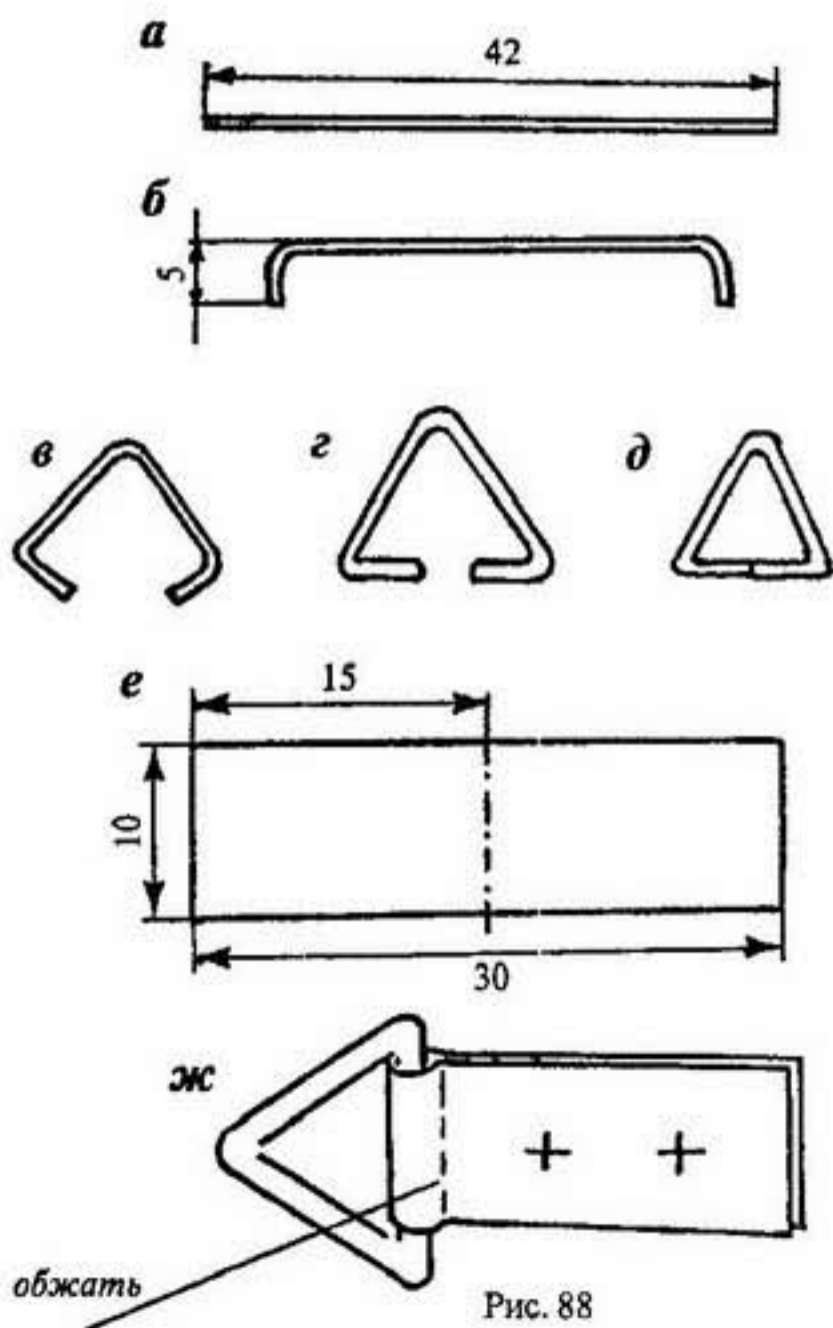

Рис. 88
1. Откусите кусачками, предварительно выпрямив скрепку, заготовку проволоки длиной 42 мм (рис. 88, а).
2. Загните с помощью плоскогубцев концы заготовки под прямым углом по 5 мм (рис. 88, б).
3. Согните заготовку посередине, применяя также плоскогубцы (рис. 88, в).
4. Пальцами или плоскогубцами подогните концы заготовки до угла в 60° (рис. 88, г).
5. Согните заготовку так, чтобы концы сошлись (рис. 88, д).
6. Из банки разметьте и вырежьте заготовку — пластину тонкого листового металла (рис. 88, е) — и наметьте линию сгиба.
7. Просуньте пластину в проволочную петлю, согните по линии сгиба и обожмите плоскогубцами (рис. 88, ж).
8. Разметьте отверстия и проколите их шилом (рис. 88, з).